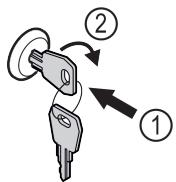

Fig. 170
- Вдавити ключ Fig. 170 (1).
- Повернути ключ на 90° за годинниковою стрілкою Fig. 170 (2).